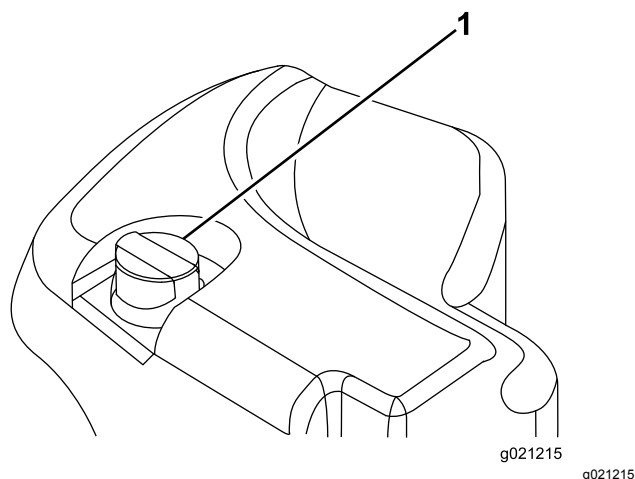

Figura 18
2. Limpie alrededor del cuello de llenado y el tapón del depósito de aceite hidráulico (Figura 18).